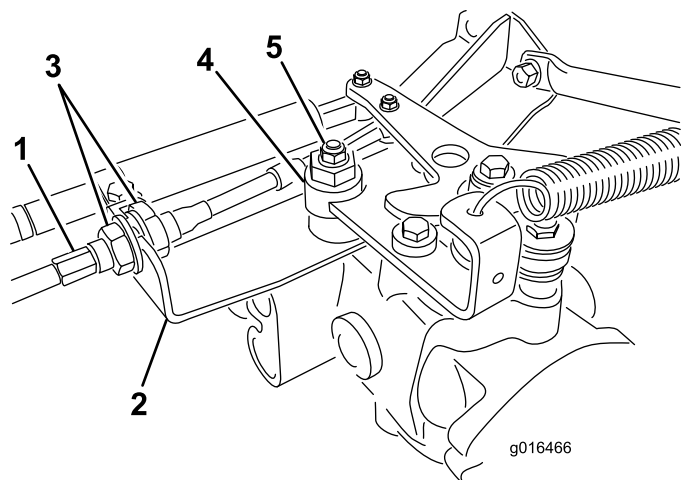

図 43
- A. 走行ケーブルを油圧トランスミッションのバルクヘッドに取り付けているジャムナット（図 43）を両方ともゆるめる。ジャムナットは調整ができるよう十分に、また均等にゆるめること。
- B. 偏芯ナットをトランスミッション上部に止めているナット（図 43）をゆるめる。
- D. どちらにも車輪が回らないように偏芯ナットを回して調整する。調整ができたら固定ナットを締める（図 43）。スロットル SLOW および FAST 位置で調整が正しいことを確認する。
- E. バルクヘッドのそれぞれの側から、ロックナットを**均等**に締め付けて、ケーブルを固定する（図 43）。ケーブルをねじらないように注意すること。